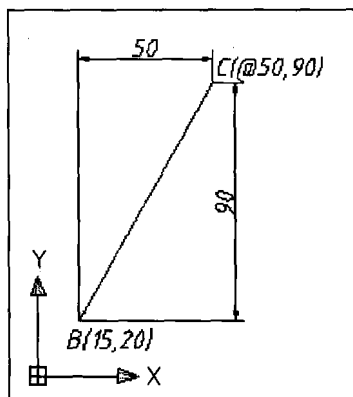

图 1-12 相对直角坐标
② 相对直角坐标 所谓相对直角坐标, 是指某点相对于前一点沿 X 轴和 Y 轴的位移 $(\Delta X, \Delta Y)$ 。输入时, 必须在其前面加 “@” 符号。如图 1-12 所示, “@50, 90” 表示点 C 相对于点 B , 沿 X 轴方向移动 50 (数值的单位为操作当前状态设置的单位, 后同), 沿 Y 轴方向移动 90。也等同于点 C 的绝对坐标为 $(65, 110)$ 。